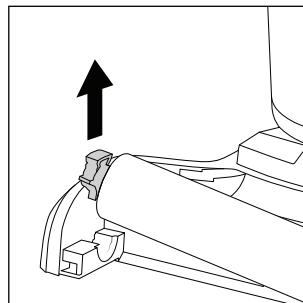

Abb. 34
- ◆ Fassen Sie die Halterung links an der Bürstenrolle **6** und ziehen Sie diese nach oben, um die Bürstenrolle vom Fußeil **3** zu entfernen (siehe Abb. 34).